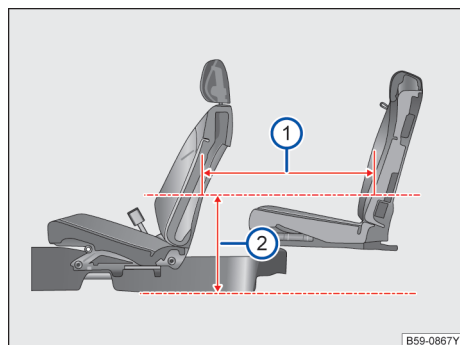

图 91 座间距
当前后排座椅都位于设计位置时，在距离地板位置 415mm 处→图 91 ②，座间距为 734mm→图 91 ①。